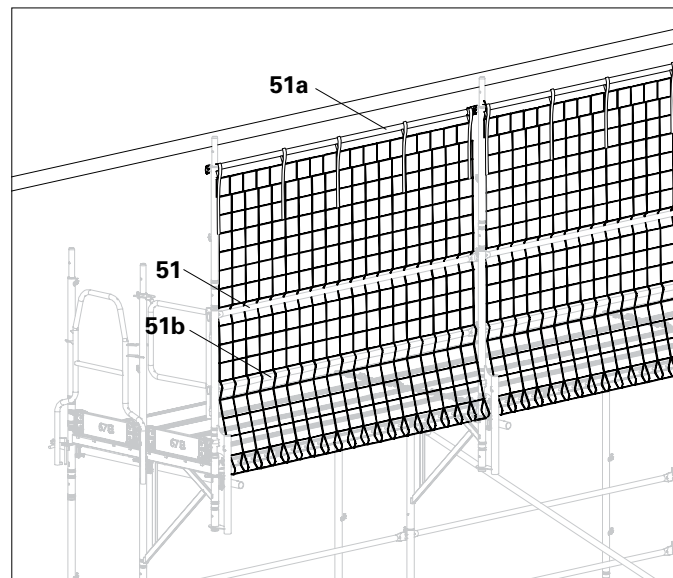

Abb. D2.04
3. Schutznetz vor dem Geländerholm (51) und hinter dem Zwischenholm (51b) hängen.
- (Abb. D2.04 + D2.04a)